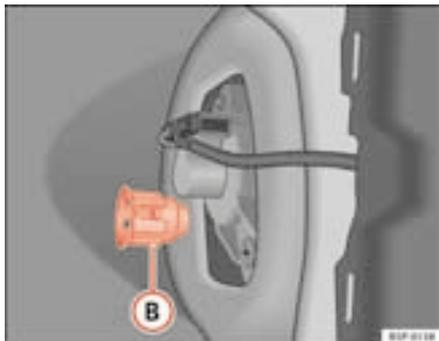

Fig. 186 Luz de mínimos/travagem
- Desenroscar a peça de plástico ⇒ fig. 186 **B** que fixa o farolim. Para iniciar a rotação, inserir uma chave de fendas na referida peça.